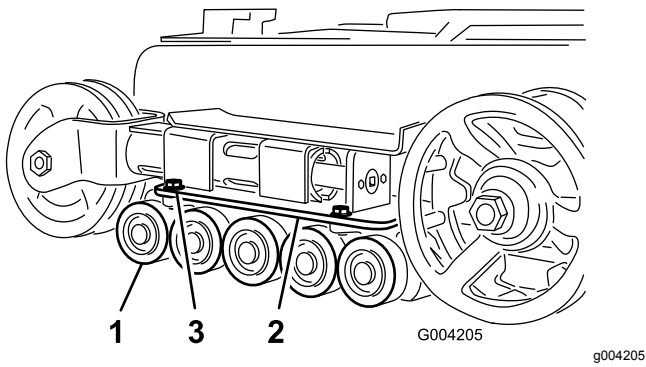

Figure 48
- Retirez les 4 boulons de fixation de chaque guide-chaîne inférieur qui contient les galets de roulement, et déposez-les (Figure 48).